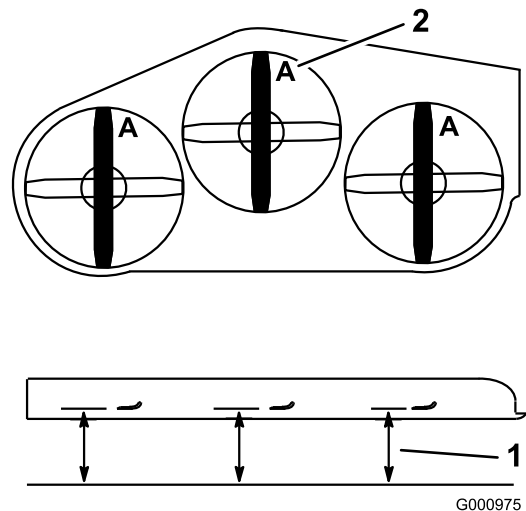

Figura 61
3. Con la máquina ubicada en una superficie nivelada, coloque una cuchilla en posición longitudinal. Mida en la posición **A** desde una superficie nivelada hasta el filo de corte de los extremos de la cuchilla (Figura 61).